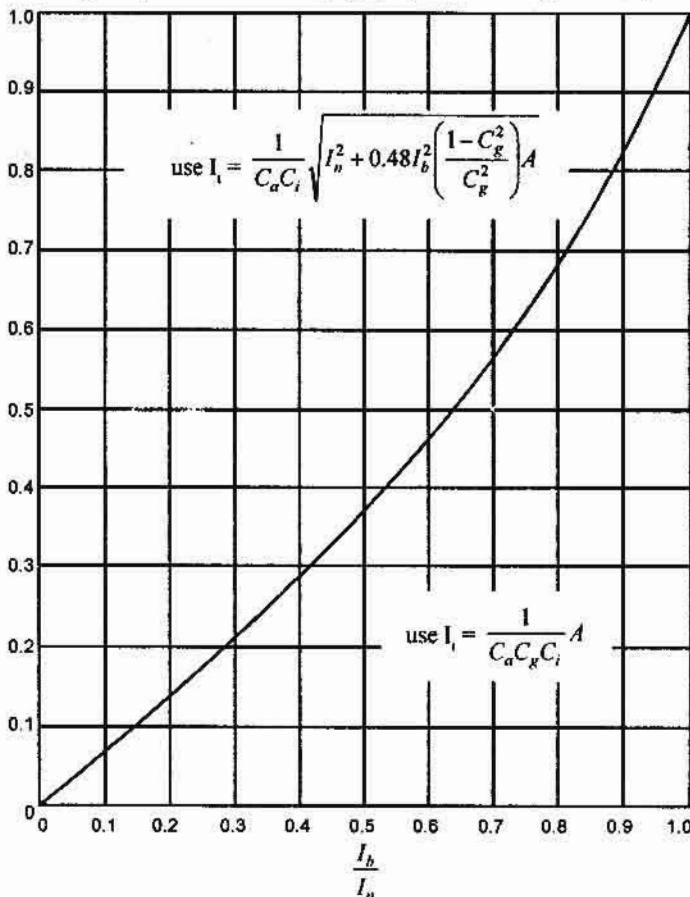

Figure 1.1 Grouped circuits protected by HBC fuses or mcbs and not subject to simultaneous overload.
အပိုင်း(7)  $I_t$  (tabulated current-carrying capacity) တန်ဖိုးရှာရန်အတွက်စာမျက်နှာ(41)ရှိ Figure 1.1 မှသက်ဆိုင်သော ပုံသေနည်းရွေးချယ်ခြင်း
$$\frac{I_b}{I_n} = 0.813 \text{ (အပိုင်း 3 မှ) နှင့် } C_g = 0.54 \text{ (အပိုင်း 5 မှ) တို့၏ ဆုံမှတ်ကို စာမျက်နှာ 41 ရှိ Figure 1.1 ဌ်ရှာကြည့်ရာ}$$
အပိုင်း(7)  $I_t$  (tabulated current-carrying capacity) တန်ဖိုးရှာရန်အတွက်စာမျက်နှာ (41) ရှိ Figure 1.1 မှသက်ဆိုင်သောပုံသေနည်းရွေးချယ်ခြင်း